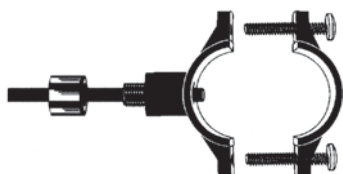

Рис. 11
3. Наклейте уплотнитель на внутреннюю сторону скобы дренажного хомута с резьбовым отверстием. Вставьте трубку в скобу дренажного хомута (**рис. 11**). Край трубки должен выступать примерно на 4-5 мм из внутренней части скобы. Закрутите накидную гайку хомута.